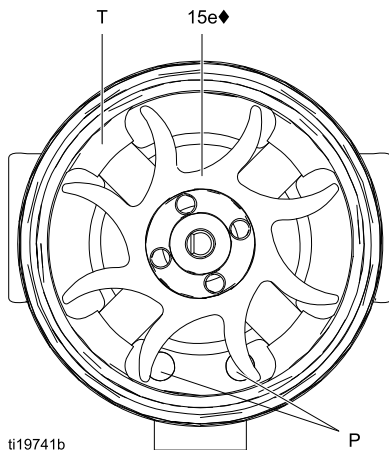
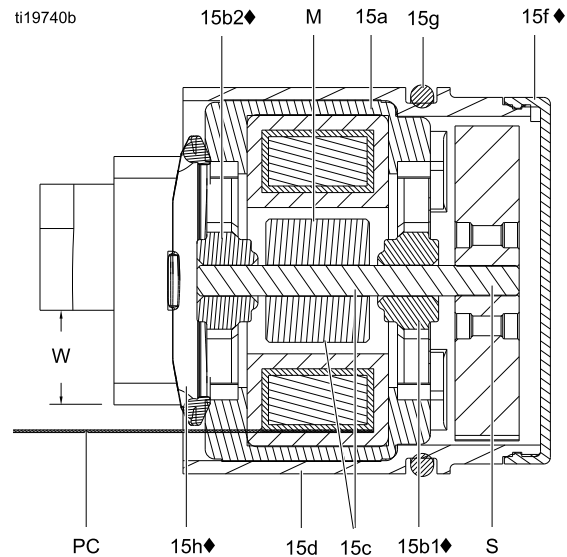

Figure 34 Orientação da ventoinha
Figure 35 Secção cruzada do alternador
7. Segure o conjunto da bobina (15a) numa bancada de trabalho com a secção da ventoinha para cima. Com uma chave de fendas de lâmina grande, levante a ventoinha (15e) do veio (S).
10. Instale a nova chumaceira inferior (15b1♦) na secção comprida do eixo (S). O lado mais plano da chumaceira deve estar virado para o lado oposto do íman (M). Instale a bobina (15a) de modo a que as lâminas da chumaceira estejam ao mesmo nível da superfície da bobina.
12. Segure o conjunto da bobina (15a) numa bancada de trabalho com a secção da ventoinha para cima. Instale a ventoinha (15e♦) na secção comprida do veio (S). As lâminas da ventoinha devem estar orientadas conforme apresentado.
13. Pressione cuidadosamente o conjunto da bobina (15a) para a frente do compartimento (15d♦) alinhando o pino na bobina com a ranhura no compartimento. O conector de 3 fios (PC) deve ser posicionado abaixo da ranhura maior (W) das abas do compartimento, de acordo com a Fig. 35. Verifique se os pinos de alinhamento na bobina (P) estão posicionados como se vê na Fig. 34.
14. Rode a ventoinha (15e) de modo a que as lâminas desimpeçam as quatro abas da chumaceira (T) na traseira do compartimento (15d). Certifique-se de que as lâminas da chumaceira inferior (15b1♦) ficam alinhadas com as abas.